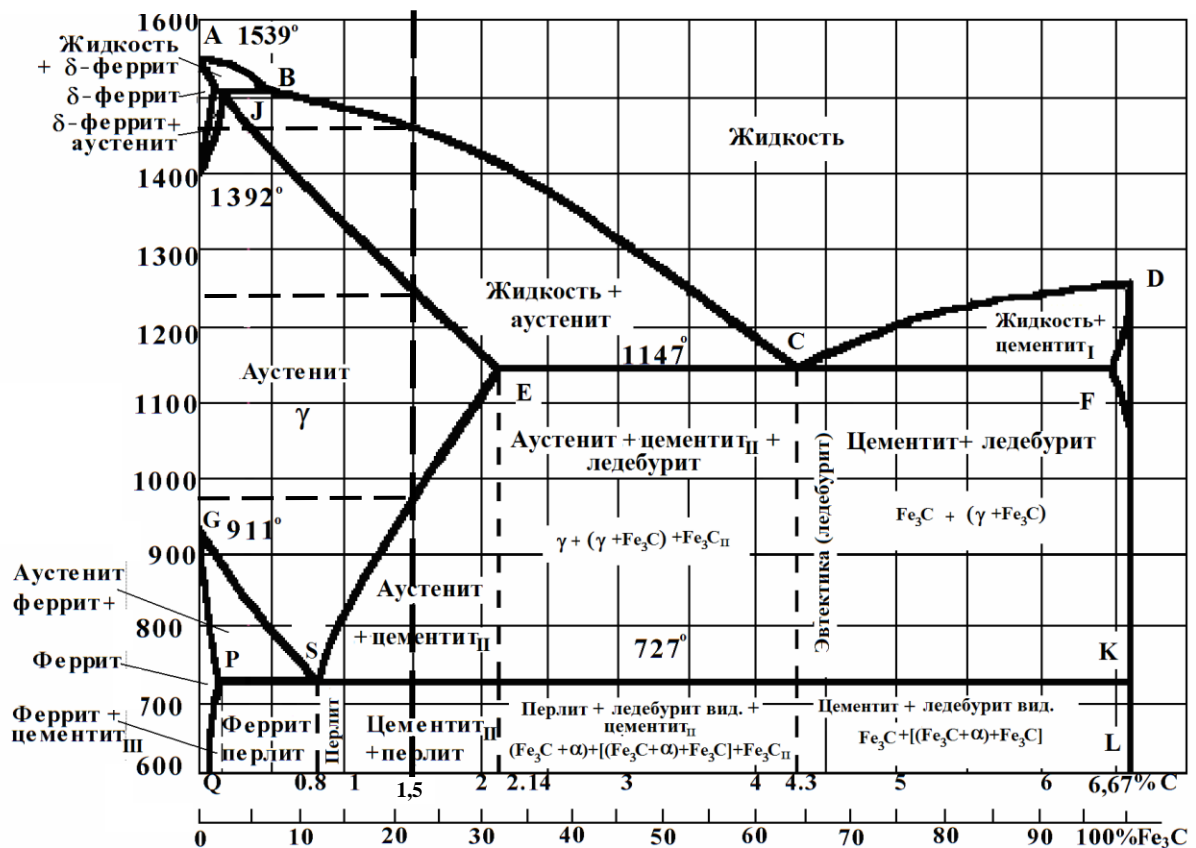

Рис. 14. Диаграмма состояния железо – углерод
2. Основными компонентами системы железо-углерод (рис. 14):
3. На рис. 14 отметим на горизонтальной оси заданное процентное содержание углерода (1,5 %) и проведем вертикальную линию (штрихпунктирная). Сталь с содержанием 1,5 % относится к заэвтектоидным сталям.